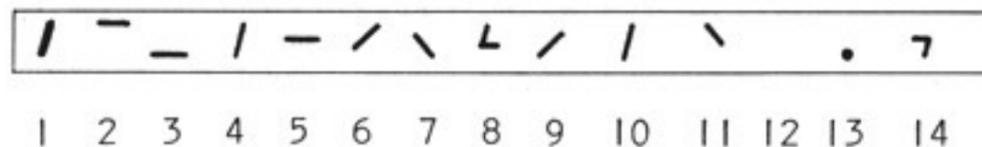

Fig 1
8. Die Schrift des KFF setzt sich aus den 13 in Fig 1 abgebildeten Elementen zusammen, die beim Schreiben eines Buchstabens (Ziffer, usw) durch die dabei entstehende Impulsfolge in der Reihenfolge gemäss Fig 1 gedruckt werden. Durch Drücken der Zwischenraumdaste wird der Impuls Nr 12 erzeugt, der kein Buchstabenelement, sondern nur einen Papiervorschub erzeugt.